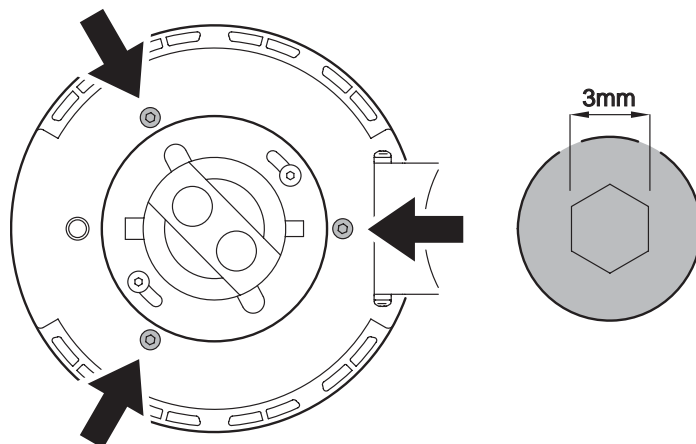

Figura 3: Viti di regolazione della
5. Vedere Figura 3. Girare le tre viti a brugola (Allen) da 3 mm (indicate dalle frecce) in senso orario o antiorario fino a ottenere un fascio il più possibile omogeneo.